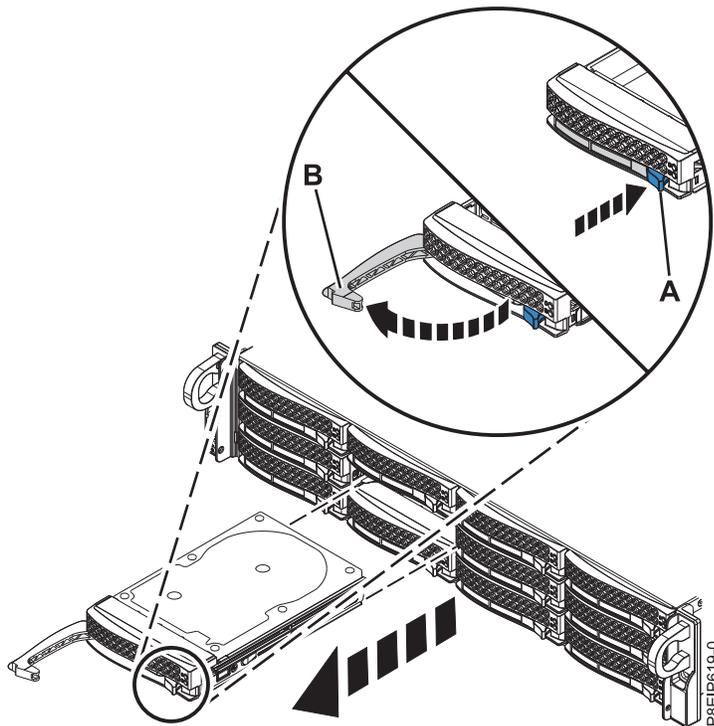

Figura 75. Extracción de una unidad
2. Desbloquee el asa de la bahía de unidad (B) presionando el pestillo del asa (A) como se muestra en la Figura 75. El asa (B) queda fuera hacia usted. Si el asa no queda totalmente hacia fuera, la unidad no se desliza fuera del sistema.